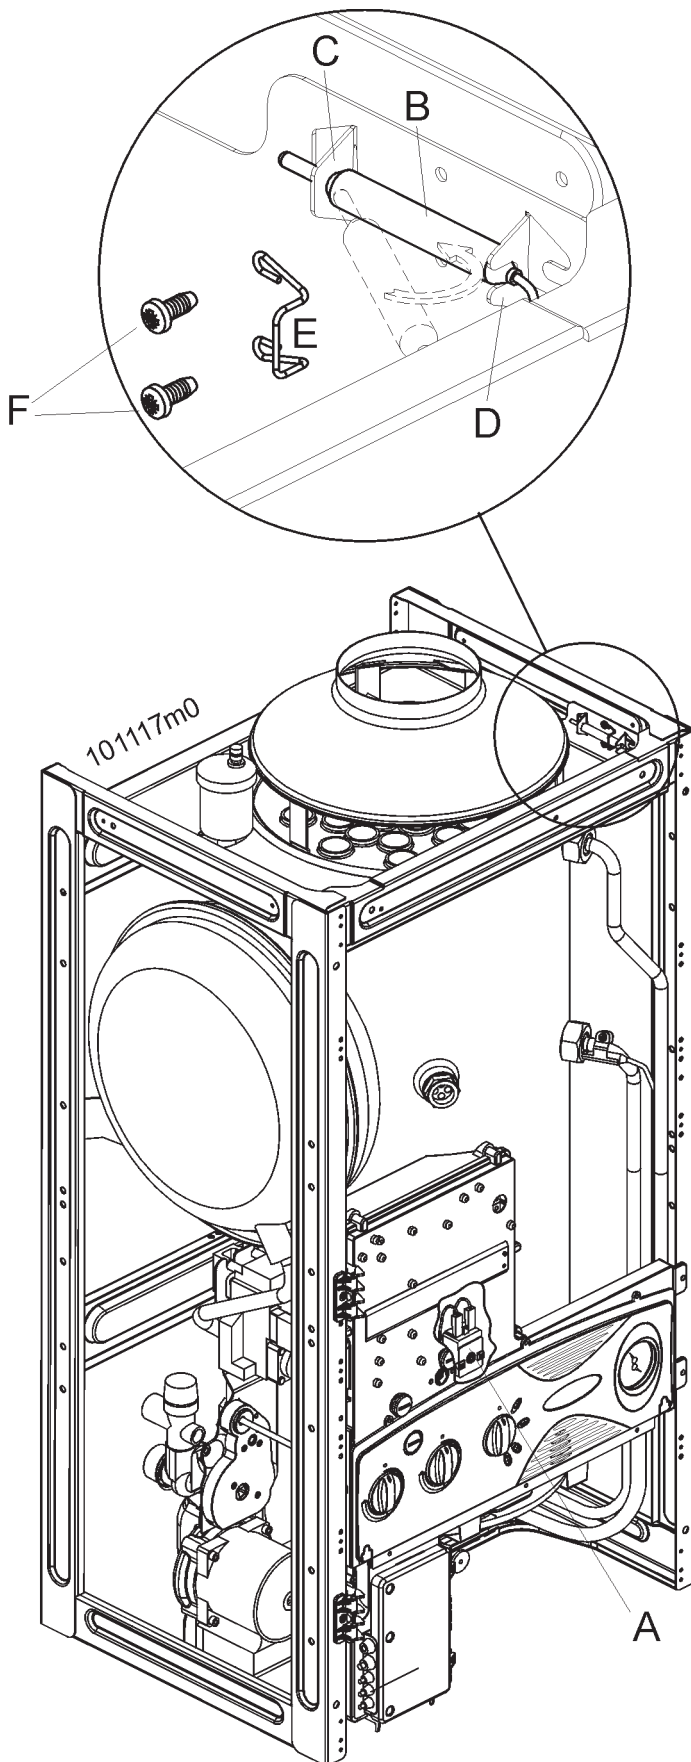

Figura 38 - Termostato di sicurezza fumi
Il termostato di sicurezza fumi (vedi figura 38 particolare "A"), toglie alimentazione all'apparecchiatura di controllo fiamma e quindi al bruciatore, qualora il sistema di scarico fumi sia malfunzionante.
Per la sostituzione del termostato di sicurezza fumi occorre agire nel seguente modo (fare riferimento alla figura 38):
- per mezzo della staffa "E" fermarlo nella posizione di cui in figura 38;